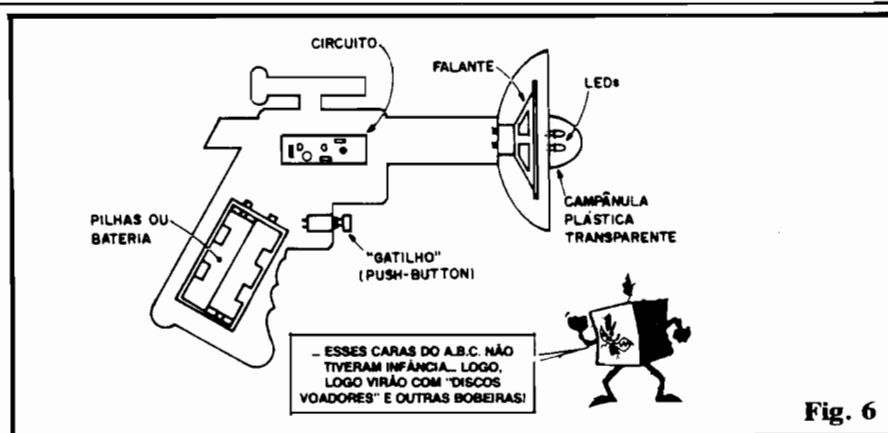

Fig. 6
- **FIG. 6** - A instalação do módulo na "ama"... Obviamente que antes da definitiva fixação do conjunto, o circuito deve ser testado... Basta colocar as pilhas ou bateria e apertar o **push-button**. O pequeno alto-falante deverá emitir o nítido (surpreendentemente forte, principalmente se a alimentação escolhida for baseada em 6 pilhas pequenas...) "RÁ.TÁ...TÁ...TÁ...", com os dois LEDs piscando em sincronismo, emitindo lampejos firmes e simultâneos... Quanto ao "embutimento" do circuito, a figura mostra apenas uma sugestão, bastante genérica, de "onde pode ficar o quê"... Quem for habilidoso e tiver gosto por trabalhos manuais, poderá construir "do zero" a "ama",